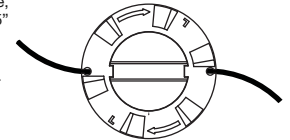

Fig. 18
- Desenrosque la línea vieja de la bobina y sáquela del orificio central de la bobina. (Fig. 18)